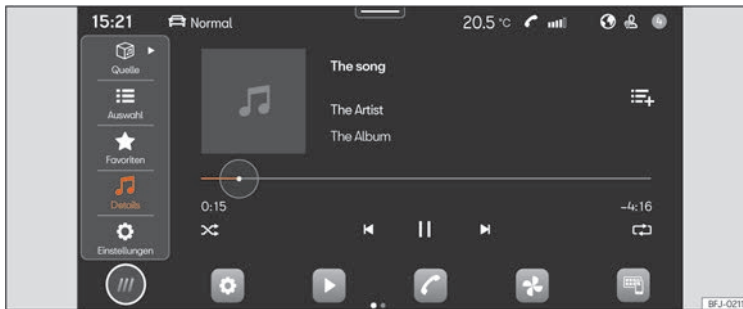

Abb. 160 Schematische Darstellung: Ansicht Medien.
- Drücken Sie **HOME** > ► ►► (Abb. 160).